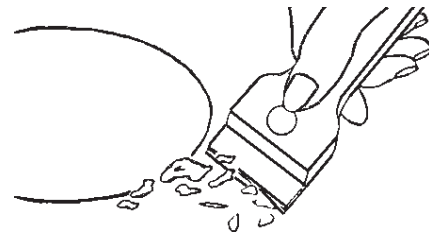

Fig.3
N.B. - En el uso de los elementos calentadores se aconseja utilizar recipientes con fondo plano (Fig. 3) de diámetro igual o ligeramente superior a aquel indicado por la serigrafía.
Mantenimiento (Fig. 3)